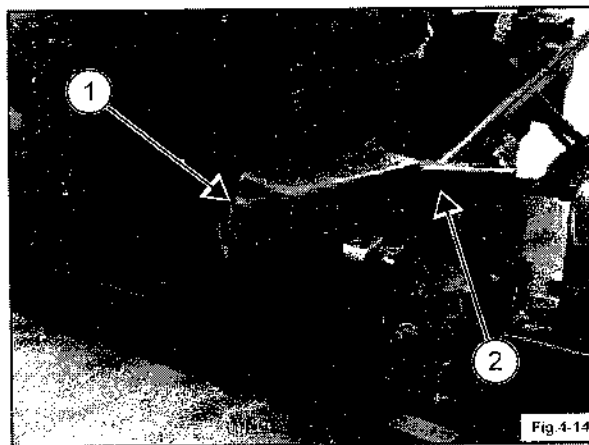

Fig. 4-14
O freio de estacionamento é acionado por uma alavanca acionada a mão 1 (Fig.4-14) que aciona os freios a disco através de um controle mecânico.
- Puxar a alavanca até o fim de curso 1 (Fig. 4-14) para acionar o freio de estacionamento.
Puxar a alavanca ligeiramente para cima 2, apertar e segurar o botão 1, soltar a alavanca acompanhando o movimento de descida e soltar o botão (Fig. 4-14).